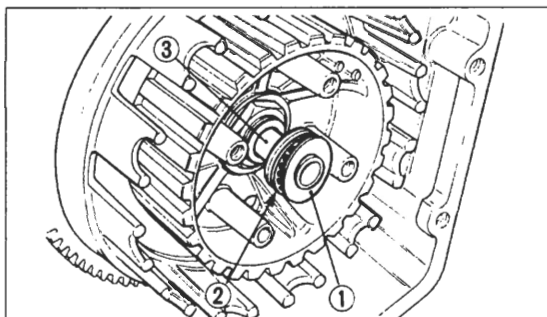

Bild 124
● Druckstangen ④ und ⑤ Bild 124 abnehmen.